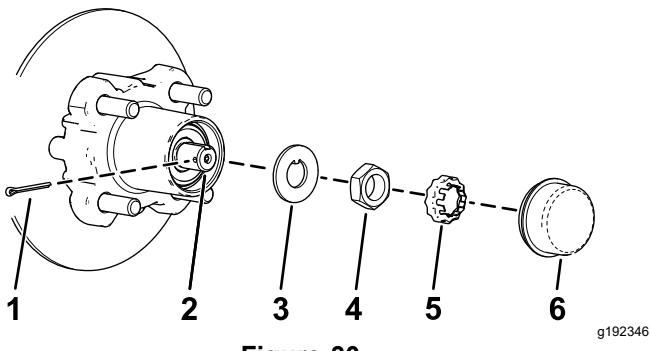
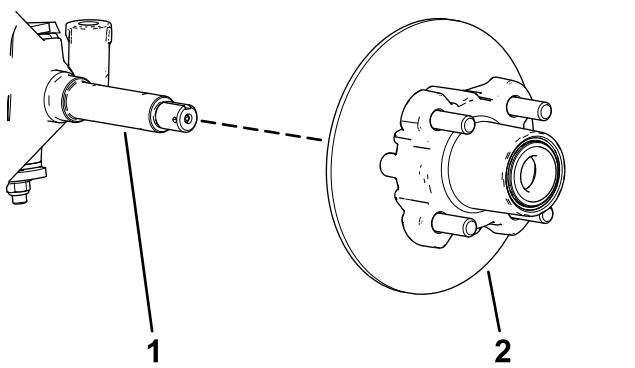

Figure 30
Figure 31
- Retirez le couvre-moyeu du moyeu (Figure 30).
- Retirez la goupille fendue et le frein d'écrou de la fusée et de son écrou (Figure 30).
- Enlevez l'écrou de la fusée, et séparez l'ensemble moyeu et rotor de la fusée (Figure 30 et Figure 31).